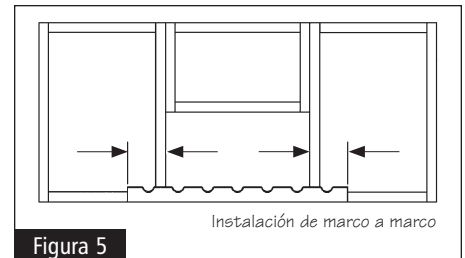

Figura 5
- **24" DE ANCHO:** Necesita hacer contramarco tanto en la unidad frontal como en la posterior. Sostenga la unidad contra los lados o los marcos del gabinete de modo que quede centrada en la abertura de 24". Marque el lugar en donde cada uno de los extremos de la unidad se superpone con los lados o los marcos del gabinete. Haga un corte en las marcas de cada extremo. Asegúrese de cortar las unidades exactamente igual a fin de que las botellas de vino queden alineadas después de la instalación. Vea la figura 5.